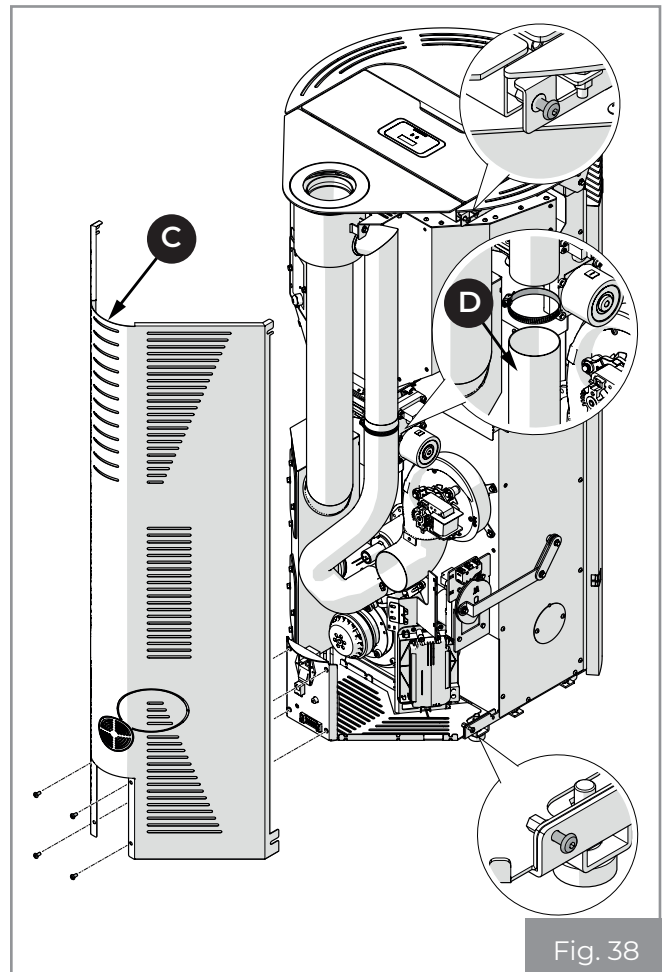

Fig. 38
- Smontare lo schienale della stufa (C) (Fig. 38).
- Scollegare il tubo flessibile (D) dell'aria comburente nella parte superiore (Fig. 38).